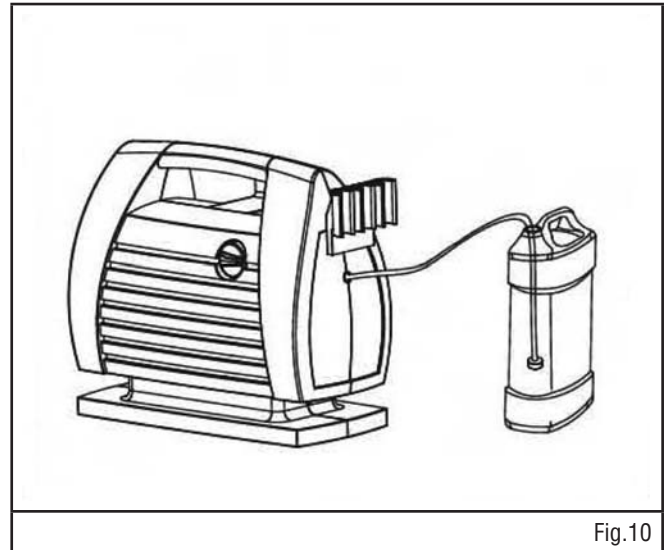

Fig.10
1. Sortez le tube d'aspiration de détergent et insérez-le dans un contenant de détergent. (Fig. 10)